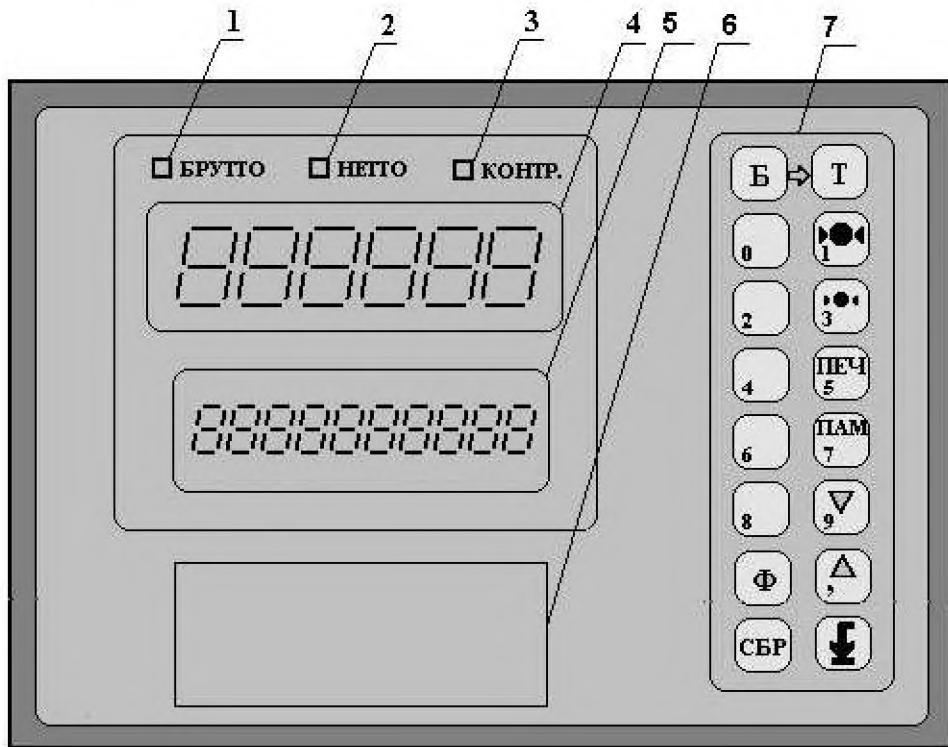

Рис. 7.1. Внешний вид ВТ Преобразователя спереди.
На Рис. 7.1 изображён внешний вид ВТ Преобразователя спереди.
10.2. После включения Преобразователь выполнит самотестирование, затем на индикатор ТВИ-024ВТ (см. Рис. 7.1 на стр. 18) будет кратковременно выведено название версии программного обеспечения Преобразователя в виде «**SC-XXX**» или «**DD-XXX**» (где знакам **X** будут соответствовать цифры, отражающие номер версии).